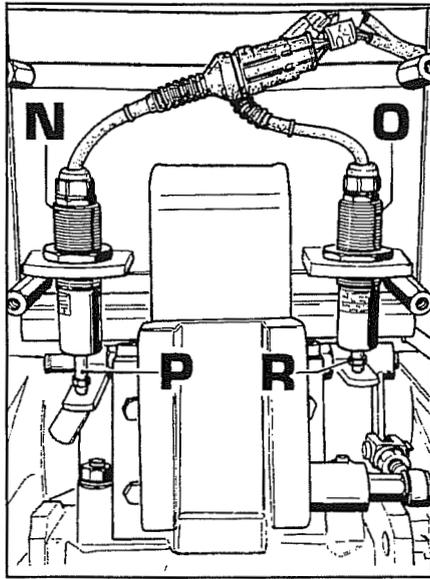

Fig. 42
1. Quitar la protección trasera aplicada al soporte asiento para descubrir los sensores con las relativas varillas (ver fig. 42) de los cuales **N** es el sensor de mando posición y **O** el sensor de mando esfuerzo.
3. Controlar que las barras **P-R** toquen los relativos varillajes y que su carrera esté aproximadamente posicionada como en la fig. 42.
SENSOR DE LA POSICION (N fig.42):
El campo de lectura de 1,8 a 3,4 Voltios se logra con el elevador todo hacia abajo haciéndole realizar manualmente toda la carrera a la barra **P** (fig. 42) del sensor, respectivamente desde toda hacia afuera hasta toda hacia adentro.
SENSOR DEL ESFUERZO (O fig.42):
El campo de lectura de 1,8 a 3,4 Voltios se logra con el elevador todo hacia abajo haciéndole hacer manualmente toda la excursión a la barra **R** (fig. 42) del sensor, respectivamente desde toda hacia afuera hasta toda hacia adentro.
Nota - Para permitir la carrera de la barra **R**, es necesario desconectar la varilla de conexión entre el enganche de 3º punto y el varillaje mando sensor (ver fig. 42).